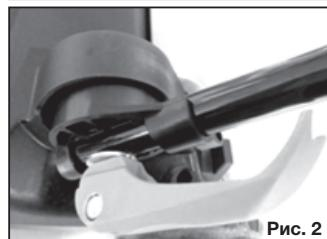

Рис. 2
3. Закрепите нижнюю часть рукоятки на корпусе с помощью крепежных клипс, болтов и шайб (рис. 2)